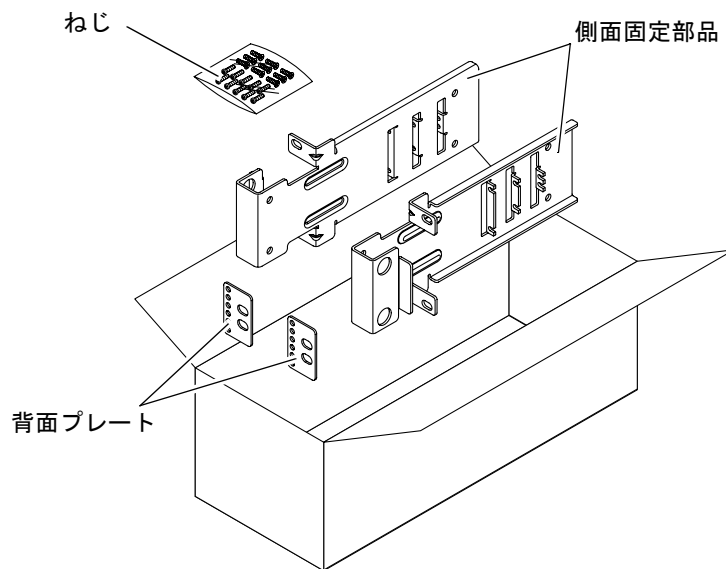

図 3-30 19 インチ 2 ポストのハードマウントキットの内容
1. ラックキットから側面固定部品を取り出します (図 3-30 を参照)。
5. (任意) 大きな振動が発生する環境では、背面プレートを使用して、よりしっかりとサーバーをラックに固定します (図 3-30 を参照)。